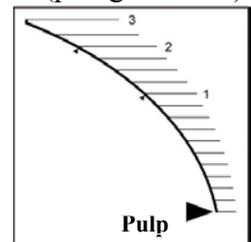

Figura 13
6.7.1 Selezionare sull'apparecchio la funzione "PULP" (paragrafo 6.4). Sul display apparirà l'immagine rappresentata in figura 13.
- In presenza di uno spessore superiore ai 3.0 mm, l'indicatore sul display rimane invariato (figura 13)